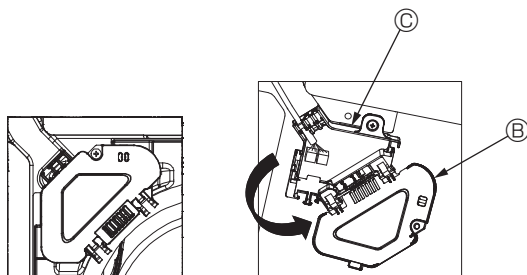

Fig. 5-5
- ③ Retirez la vis de fixation du couvercle de la boîte de raccordement, puis ouvrez le couvercle. (Fig. 5-5)
- ④ Placez le connecteur du fil de jonction dans la boîte de raccordement.
- ⑤ Installez le couvercle des fils et le couvercle de la boîte de raccordement.